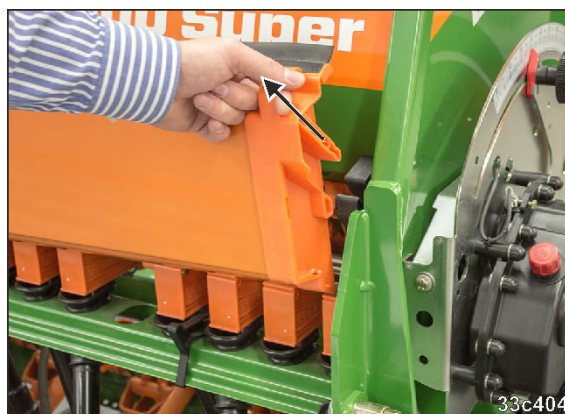

Рис. 135
1. Витягніть лотки для пробного висіву (Рис. 135) з кріплень.